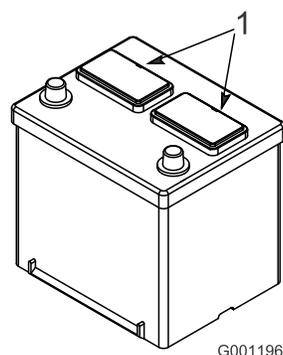

Figura 9
2. Pulite la parte superiore della batteria e togliete i tappi di sfato (Figura 9).